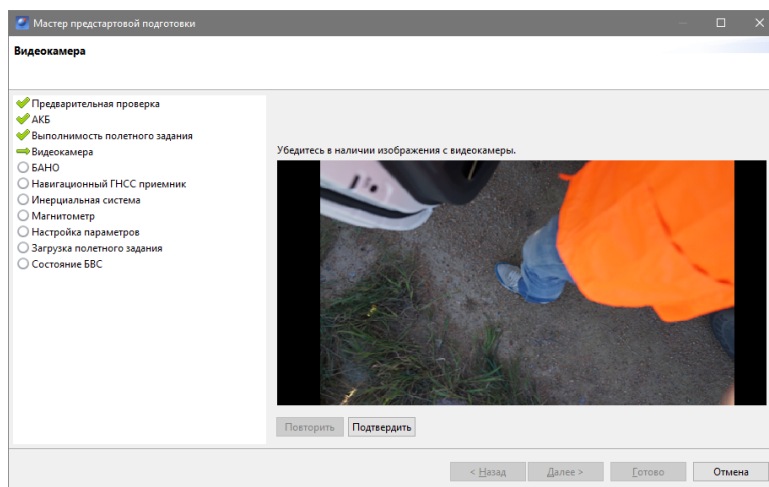

Рис. 110: Проверка видеокамеры
- **Видеокамера.** Происходит проверка работоспособности видеокамеры и джойстика управления видеокамерой (рис. 110);